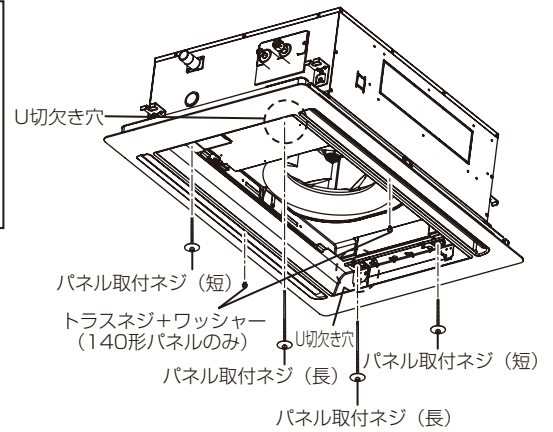

図14-2
- ① 自動昇降パネルを持ち上げ、仮止めしていた取付ネジ（長）および（短）を締め付けてください。（図14-1、図14-2）
- ① 自動昇降パネルの中央部を本体に固定するため、付属のトラスネジとワッシャーにて2カ所交互にバランスよく仮止めしてください。（図14-2）
- ② 仮止めしていた取付ネジ（長）および（短）とトラスネジを締め付けてください。（図14-1、図14-2）